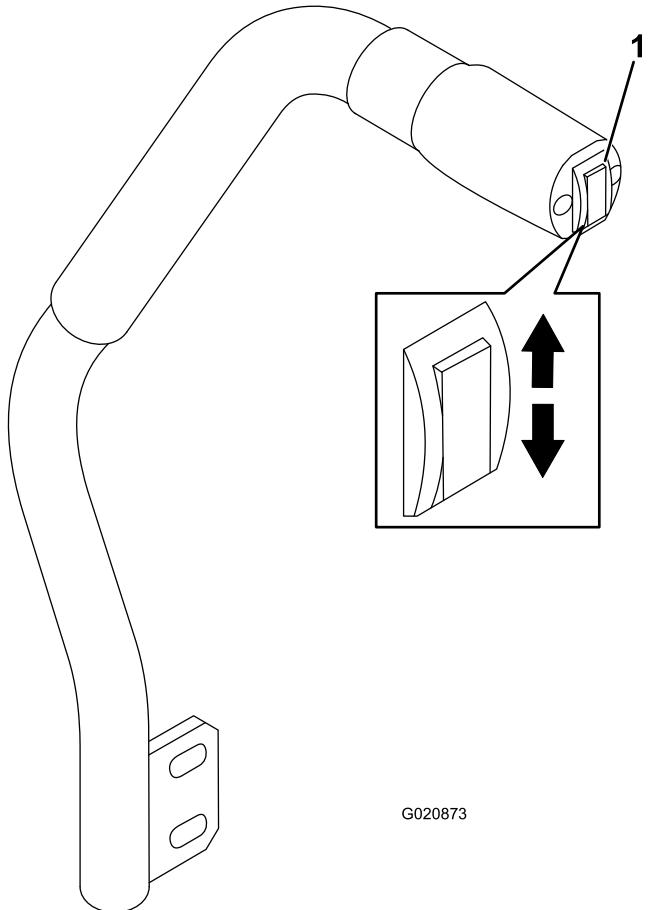

Bild 19
Mit dem Mähwerkhubsschalter senken Sie das Mähwerk ab und heben es an (Bild 19).
- Drücken Sie den Mähwerkhubsschalter nach unten, um das Mähwerk abzusenken (Bild 19).
- Drücken Sie den Mähwerkhubsschalter nach oben, um das Mähwerk anzuheben (Bild 19).